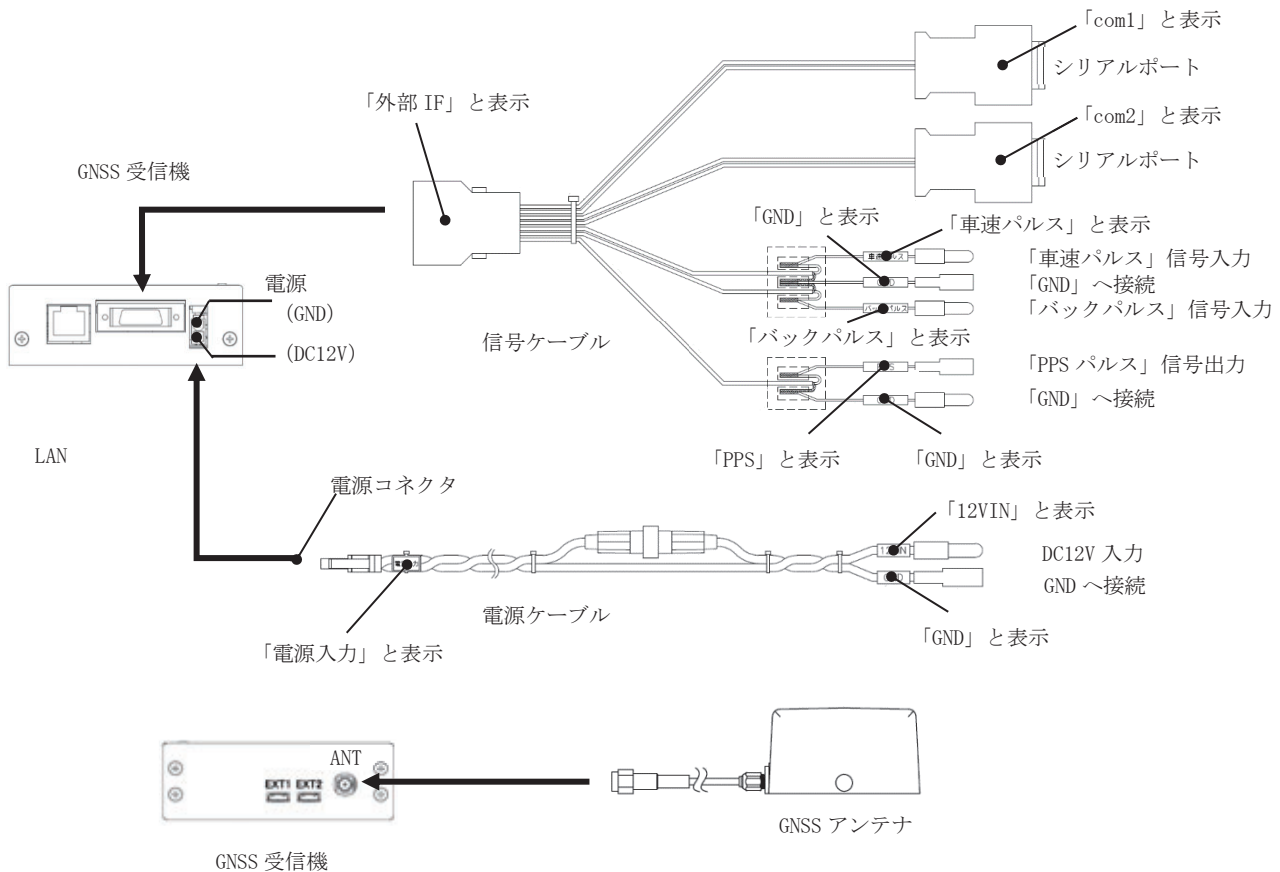

図 5-4 ケーブル接続
- ケーブル接続を図 5-4、各ポートの内容を表 5.1 に示します。